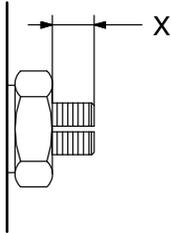

Fig. 5-3
4. **Válvula mecânica de regulação de pressão:** Meça e anote a profundidade de aparafusamento (fig. 5-3: dimensão X) do parafuso de ajuste. Deste modo é possível reproduzir a profundidade de aparafusamento. Depois feche a válvula de regulação de pressão.